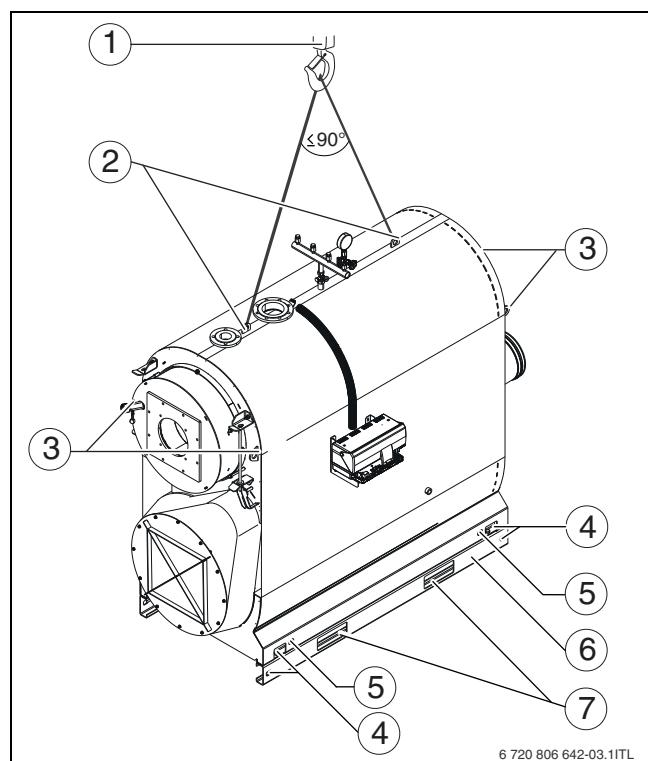

Рис. 8 Подъём котла краном
- ▶ Вставьте крюки строп в отверстия обоих косынок жёсткости (→ рис. 8, [2]) на корпусе котла.
▶ Подвесьте стропы на крюк крана (→ рис. 8, [1]).
- Поднимите весь котёл подъёмной тележкой (см. главу 4.1.4, стр. 17) или домкратом с одной стороны (→ рис. 8, [5], стр. 16).